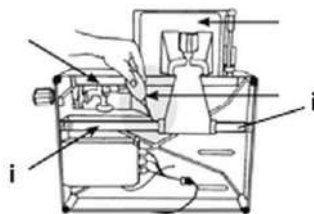

Рис. 16
3. Нанести немного машинного масла на оба конца оси каретки (i) (рис. 16).